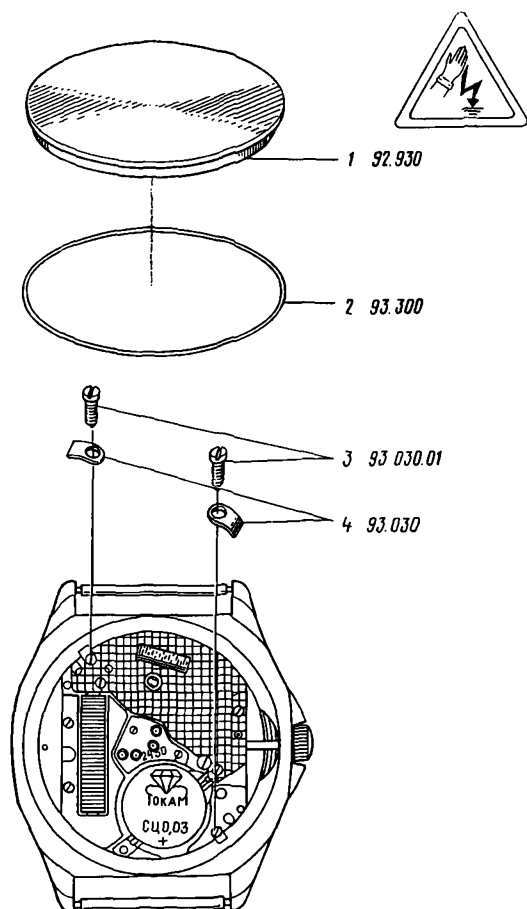

Рис. 140
2. Снять крышку (дно) 1 (рис. 140)